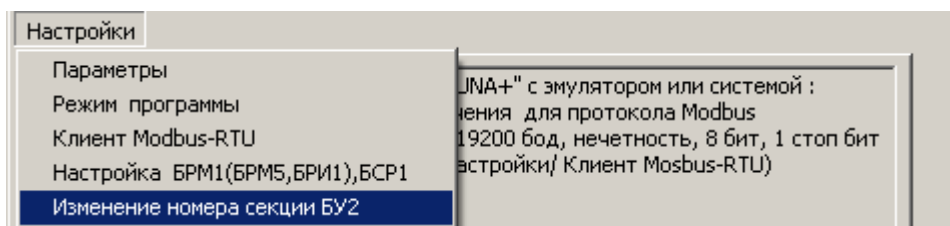

Рисунок 7.26
7.3.2 В меню «Настройки» выбрать опцию «Изменение номера секции БУ2» (рисунок 7.26). В результате активируется форма «Контроль и установка логических адресов для узлов сети CAN», представленная на рисунке 7.27.